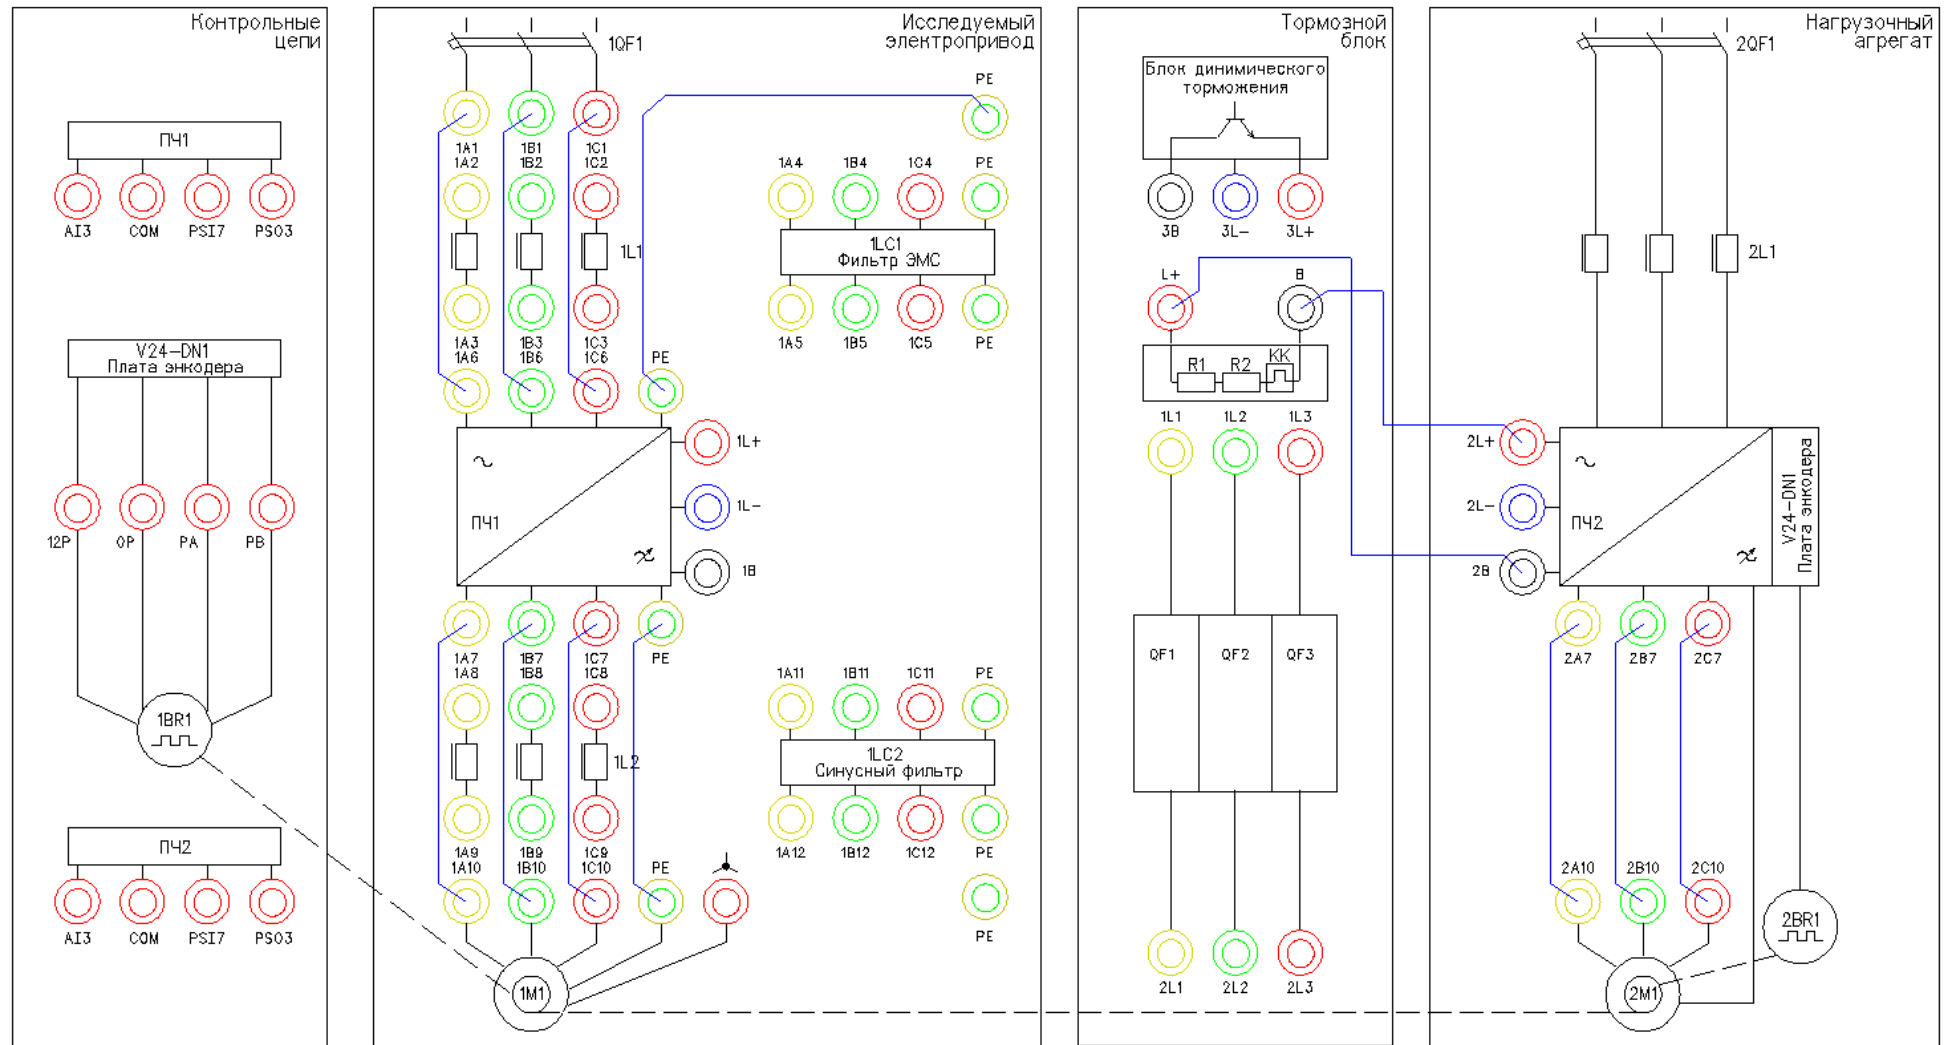

Рисунок 6 – Схема испытаний (сетевой дроссель не установлен)
5.1.1. Подготовьте схему силовой цепи для выполнения лабораторной работы. Для этого гибкими соединительными проводами из комплекта оборудования лабораторного стенда на панели с мнемосхемой соедините разъёмы так, как показано на рис.6.